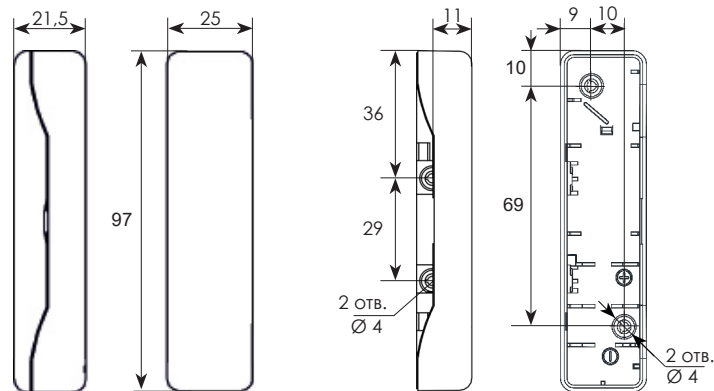

Рисунок 2 – Габаритные и установочные размеры
Для извлечения печатной платы следует отжать защелку (9) (рис. 2а) в основании корпуса.